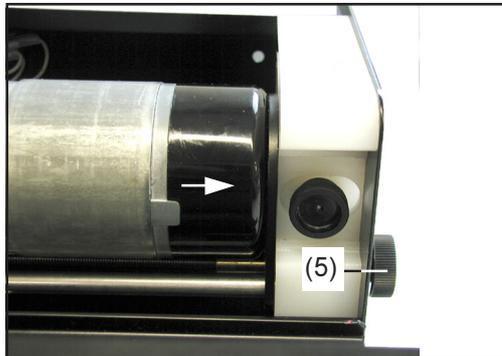

Abb.19 Antriebseinheit ganz nach rechts verschieben
Wichtig! Dieser Abschnitt gilt, falls der Abstand durch Drehen der Positionierschraube (5) - zwischen Auslaufdüse und Düse am Draht-Förderschlauch - trotz Drehen der Positionierschraube (5) - Abb.19 - nicht auf 1 - 2 mm (0.04 - 0.08 in.) verringert werden kann.
- Sechskantmuttern (24) und (25) mittels zweier Gabelschlüssel (Schlüsselweite 13) lösen und bis an das Ende der Gewindestange drehen
- Durch Drehen der Positionierschraube (5) - Abb.19 - die Antriebseinheit bis zum Anschlag nach links verschieben